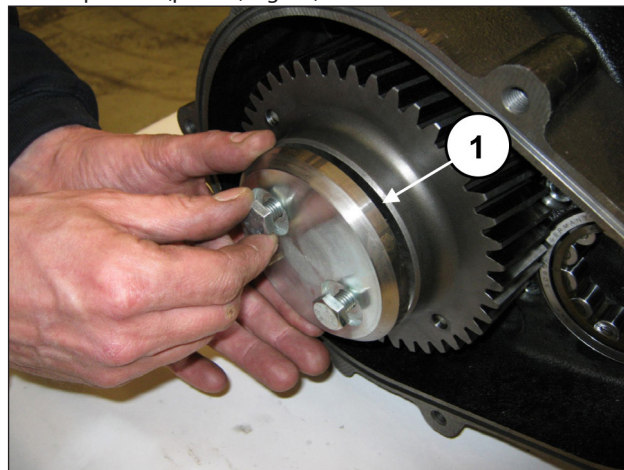
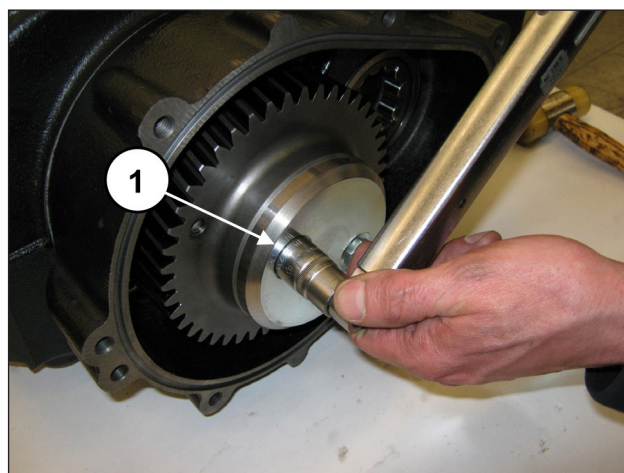

Fig. 76
Fig. 77
Fijar el tope de la corona (pos. ①, Fig. 76) con los 2 tornillos M10x25. Ajustar los tornillos con la llave dinamométrica como se indica en el capítulo 3 (pos. ①, Fig. 77).